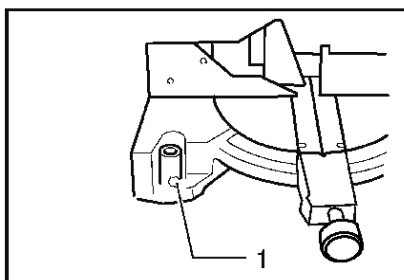

Рис. 3
- Необходимо зафиксировать торцовочную пилу, прикрепив ее к поверхности, тем самым вы исключите движения пилы во время работы (рисунок 3).
уменьшение частоты вращения инструмента, а также выход его из строя). Предельный износ угольных щеток – остаток менее 5 мм (рисунок 3).